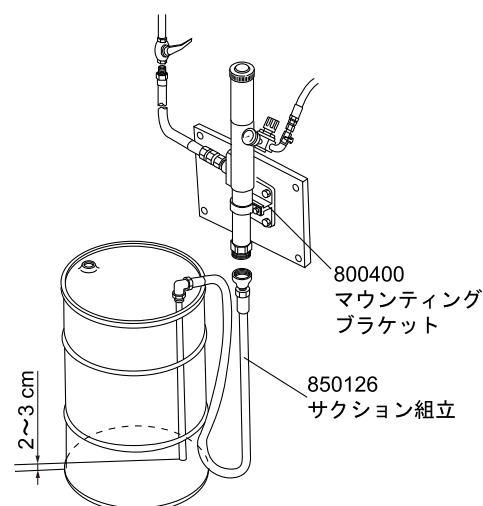

Fig.4
- 1) マウンティングブラケット（別売：製品番号 800400）のポンプ固定用バンドのボルトを緩め、バンドを取外してください。(Fig.4)